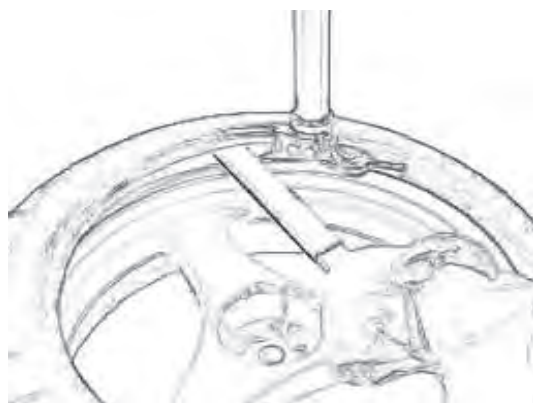

Fig. 4.3-1b
E. Tandis que le plateau tournant pivote, utiliser l'outil pneu de la main gauche et accompagner la talon de pneu sur la tête du talon (Fig. 4.3-1b).